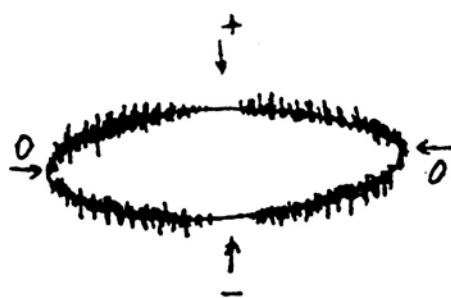

图 10
(6) 接触不良（图 10），波形特征：对称分布在试验电压零点两侧，幅值大致不变，但在试验电压峰值附近下降为零，波形粗糙不清晰。低电压下即出现，电压增大时，幅值缓慢增加，有时在电压达到一定值后完全消失。原因：试验电路中金属与金属不良接触的连接点；塑料电缆屏蔽层半导体粒子的不良接触；电容器铝箔的插接片等（可将电容器充电然后短路来消除）。